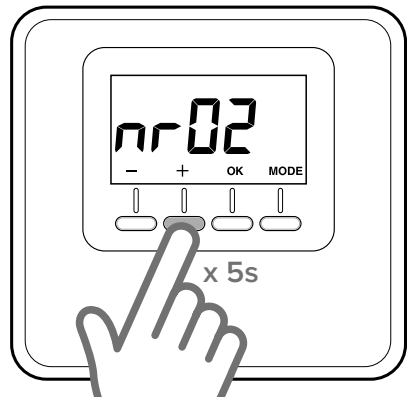

Fig. 15
- Appuyer 5 secondes sur la touche « + » sur le capteur d'ambiance. L'écran affiche le paramètre « NR02 » (Fig. 15).